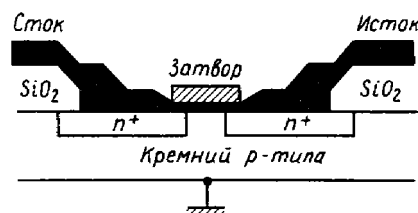

Рис. 1. Полевой МОП-транзистор с индуцированным n -каналом
10. Полевой МОП-транзистор с индуцированным n -каналом, изображенный на рис. 1, изготовлен на подложке с концентрацией примесей $N_a = 10^{15} \text{ см}^{-3}$. Путем имплантации атомов бора концентрация доводится до $N_a = 2 \cdot 10^{16} \text{ см}^{-3}$; на границе канала в результате диффузии устанавливается концентрация акцепторной примеси $N_a \approx 10^{17} \text{ см}^{-3}$. Толщина слоя подзатворного диэлектрика 0,1 мкм. Вычислите пороговое напряжение и обсудите полученный результат.